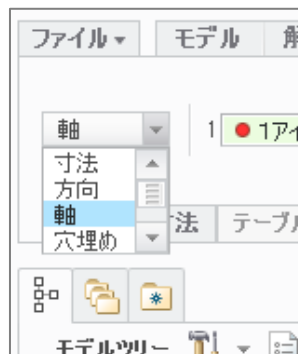

Fig.20 軸への変更
15. Fig.20のように画面左上のタブを「軸」に変更する。